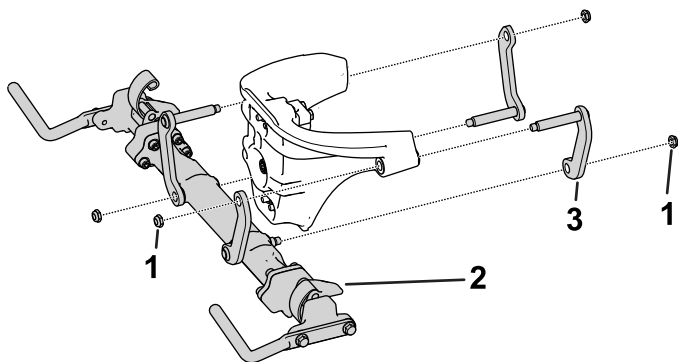

**Figura 1**
1. Efetue os passos seguintes para eliminar a tensão do conjunto do contrapeso da suspensão. Consulte Figura 1.
13. Utilize o perno de gancho previamente removido para prender o passador de forquilha nos furos intermédios na montagem do contrapeso e por baixo do braço tensor; consulte Figura 1 para obter o local correto do passador de forquilha.
**Nota:** Para máquinas com cilindro hidráulico, coloque novamente o conjunto do contrapeso na configuração da máquina de cilindro elétrico como se mostra na Figura 1. Esta posição contrapõe-se ao peso adicional do TMD.